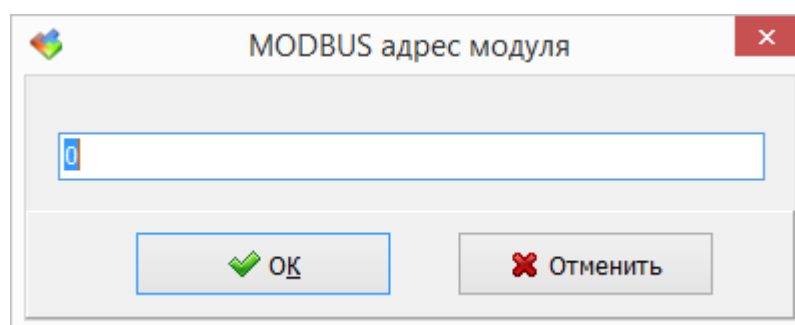

Рисунок 10 – Выбор адреса модуля расширения
11.6 Указать адрес модуля расширения в интерфейсе RS-485 (рисунок 10).